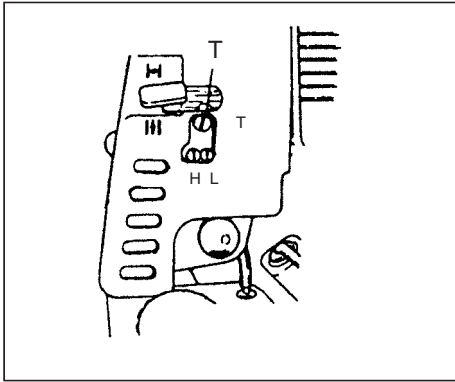

Fig. 3-1
**Регулировка карбюратора (Рис. 3-1)**